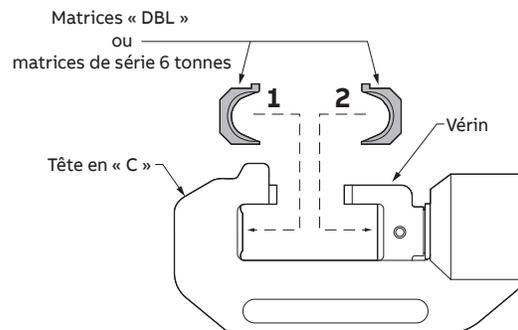

FIGURE 1
2. Insérez une moitié de matrice dans la tête en « C ». Insérez l'autre moitié de la matrice du côté du vérin (voir la figure 1).